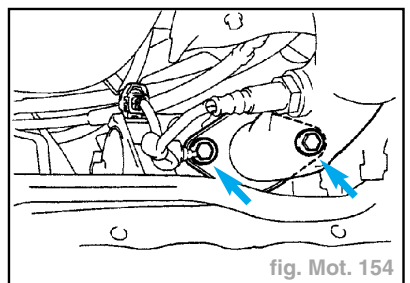

fig. Mot. 154
- Reposer les 2 boulons et les 2 ressorts qui maintiennent le tuyau d'échappement avant sur le collecteur d'échappement. Serrer au couple de **6,20 daN.m** (fig. Mot. 154).